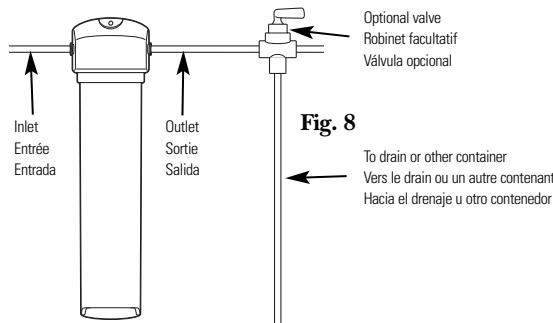

Fig. 8
2. Cycle the water dispenser or run optional valve (Fig. 8) for 4 gallons (flush approximately 5 minutes) to flush out any harmless carbon fines that may be present.
An optional valve can be installed (Fig. 8) to flush water without going through the water dispenser. (This valve must be purchased separately and installed to comply with existing state or local plumbing codes.)
2. Mettre en cycle le rafraîchisseur d'eau ou actionner le robinet facultatif (Fig. 8) pendant 15 L (vitez approximativement 5 minutes) afin d'évacuer les particules fines de carbone inoffensives qui pourraient être présentes.
Un robinet facultatif peut être installé (Fig. 8) pour évacuer l'eau sans devoir passer par le rafraîchisseur d'eau du réfrigérateur. (On doit se procurer ce robinet séparément et il doit être installé conformément aux codes de plomberie en vigueur localement.)
2. Inicie un ciclo del dispensador de agua del refrigerador o abra la válvula opcional (Fig. 8) por 15 L (vacie aproximadamente 5 minutos) para lavar cualquier rastro de carbono inocuo que pueda estar presente.
Se puede instalar una válvula opcional (Fig. 8), para dejar correr agua sin pasar por el dispensador de agua del refrigerador. (Esta válvula se debe comprar por separado e instalarse según los códigos de plomería locales y estatales existentes.)
4. Cycle the water dispenser or run optional valve (Fig. 8) for 4 gallons (flush approximately 5 minutes) to flush out any harmless carbon fines that may be present.
4. Mettre en cycle le rafraîchisseur d'eau ou actionner le robinet facultatif (Fig. 8) pendant 15 L (vitez approximativement 5 minutes) afin d'évacuer les particules fines de carbone inoffensives qui pourraient être présentes.
4. Inicie un ciclo del dispensador de agua del refrigerador o abra la válvula opcional (Fig. 8) por 15 L (vacíe aproximadamente 5 minutos) para lavar cualquier rastro de carbono inocuo que pueda estar presente.